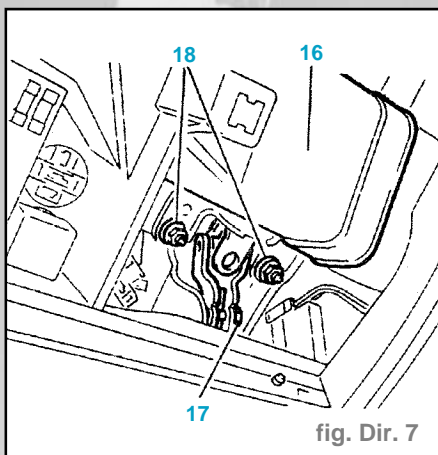

fig. Dir. 7
- Déposer : (fig. Dir. 7)
- la vis (17),
- les écrous (18).